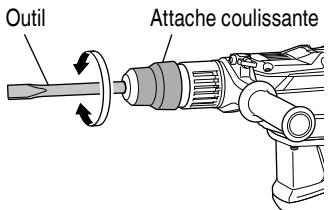

Fig. 15
- (b) Tourner l'attache coulissant ou l'outil comme illustré Fig.15 et positionner l'outil dans la direction de travail désirée.